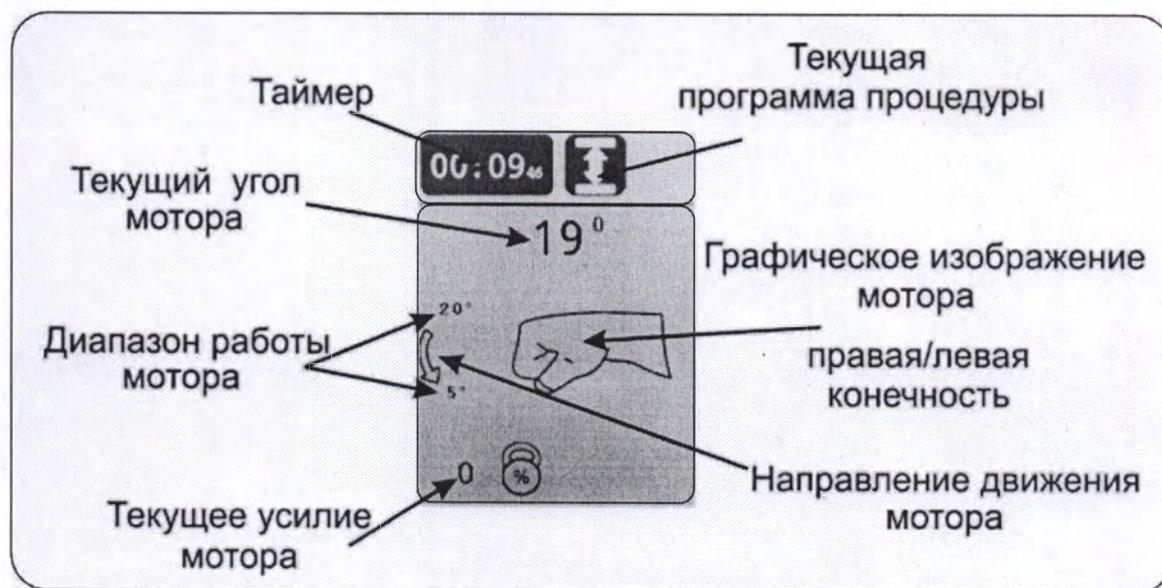

Рисунок 7.3 – Дисплей режима выполнения процедуры
7.1 Дисплей режима выполнения процедуры (см. рис. 7.3).
- В зоне А: заданный пользователем диапазон работы, текущее положение (угол) в градусах (аналогично рис. 7.3) для механизма, а также меню его установок.